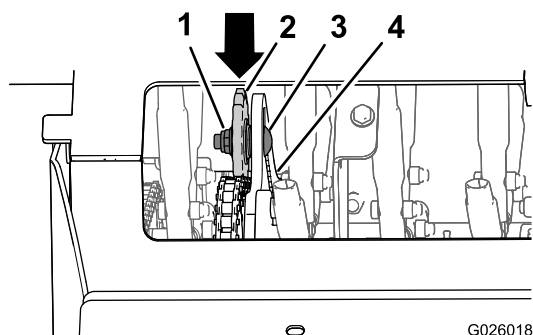

Figura 67
- Afloje la contratuerca y el perno de cuello cuadrado que sujetan el piñón del tensor (Figura 67).
- Presione hacia abajo y hacia adelante sobre el piñón para aumentar la tensión de la cadena, según se muestra en la Figura 67.